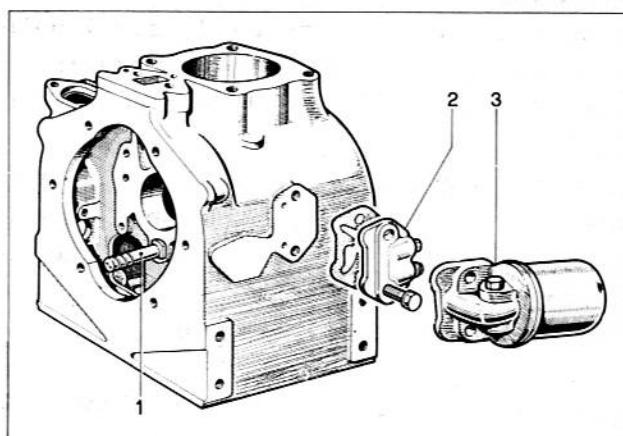

Fig. 56
- Monter l'axe de l'engrenage du régulateur (1) sur le bâti. Serrer de l'intérieur l'écrou de blocage à 4 Kgm (LDA 91-96-97-100-820-L10-L14), 3,5 Kgm (LDA 75-80-450-451-510-L6-L8) (fig. 56).
- Raccorder le filtre à huile, s'il est prévu (3) ou obturer les orifices avec flasque et vis (2).